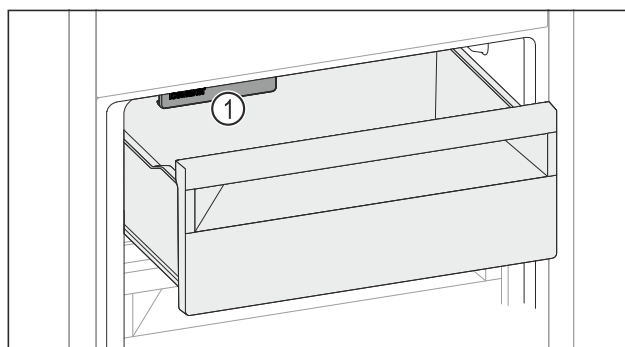

Fig. 142
- ▶ Ta hensyn til IceMaker Fig. 142 (1).